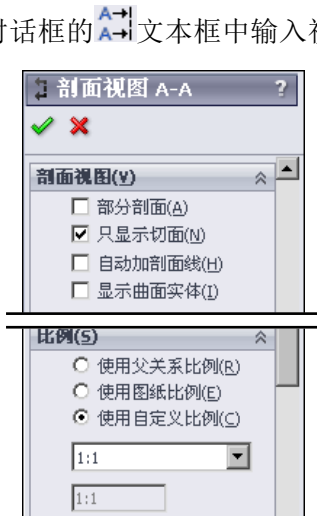

图 6.14.7 “剖面视图”对话框
Step3. 定义剖面视图。在图 6.14.7 所示的“剖面视图”对话框的  文本框中输入视图图标号 A，并在对话框 **剖面视图(V)** 区域选中 ☒ **只显示切面(N)** 复选框。
Step4. 定义缩放比例。在图 6.14.7 所示的“剖面视图”对话框 **比例(S)** 区域中选中 ☒ **使用自定义比例(C)** 单选项，在其下拉列表中选择 **1:1** 选项。